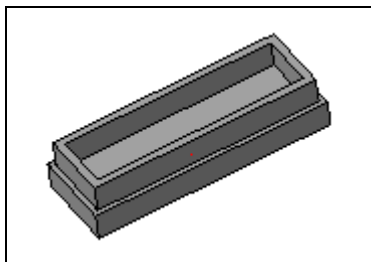

Рис. 4.28. Модель Пластины с сопряжением типа "замок"
- ◆ для создания трехмерной модели нажмите ЛК мыши кнопку **Создать объект**  на Панели свойств. У вас должен получиться результат, подобный представленному на рис. 4.28. Таким образом, достаточно легко создавать сопряжения деталей типа "замок".